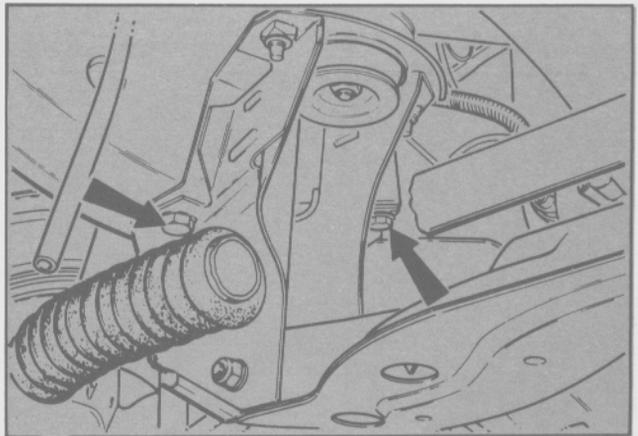

Fig. 66 - Tornillos de fijación del travesaño delantero
- Aflojar los cuatro tornillos de fijación del travesaño delantero y descender el mismo con precaución (Fig. 66).